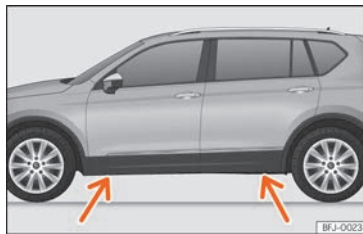

Abb. 254 Aufnahmepunkte für den Wagenheber.
- Suchen Sie am Längsträger die Markierung des Wagenheberaufnahmepunktes (Eindrückung), die dem zu wechselnden Rad am nächsten liegt »» (Abb. 254).